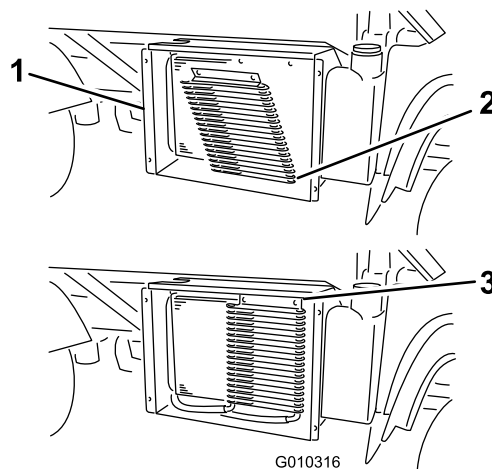

Figure 63
3. Le cas échéant, tournez les verrous et faites pivoter le refroidisseur d'huile pour l'éloigner du radiateur (Figure 63).